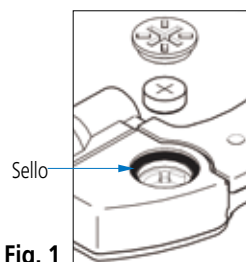

Fig. 1
5. Al apretar el conector de salida y la tapa de la batería, tenga cuidado de no dejar que el empaque de hule sea atrapado por la tapa o cubierta. (**Fig. 1**)